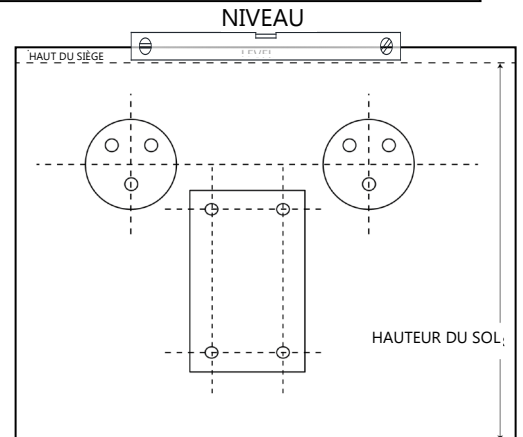

Figure 1
1. Placez le **Gabarit de Montage** contre le mur à la hauteur voulue. Alignez votre niveau le long de la ligne marquant le haut du siège (consultez Fig. 1) et ajustez le gabarit de sorte qu'il soit de niveau. Il est recommandé d'installer le siège à une hauteur variant entre 17 po et 19 po (432mm et 483mm) au-dessus du sol, cependant la hauteur du siège peut varier légèrement en fonction des besoins personnels ou des préférences. Une fois au niveau, fixez le gabarit au mur avec du ruban adhésif pour peintre (ou similaire) et marquez les 10 trous à percer.